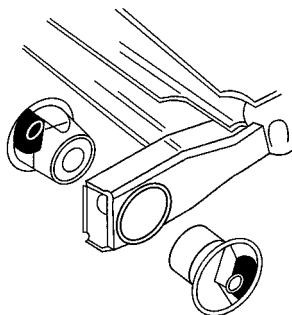

图 5-14 橡胶金属支承
(3) 安装
① 装入新的两半橡胶金属支承(如图 5-14 所示),并使两半橡胶金属支承扇形体和沟槽相互嵌在一起。